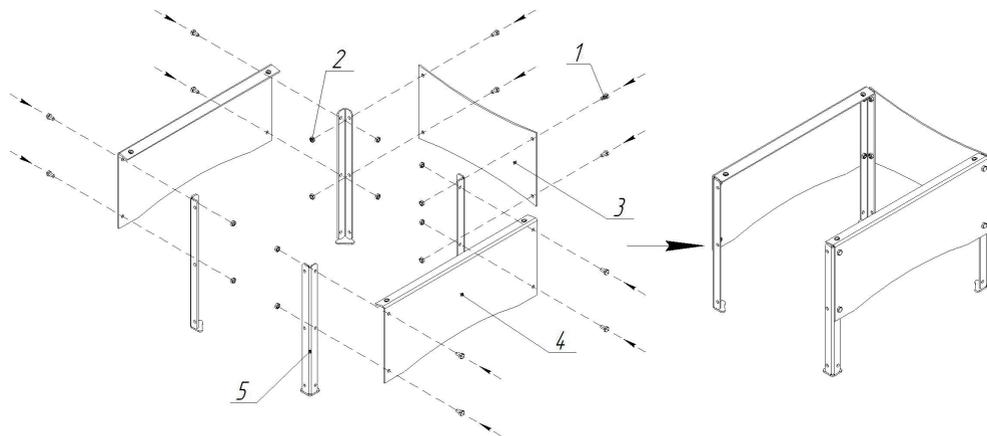

Рисунок 2 — Сборка корпуса закрытой каменки
- 1) соберите корпус закрытой каменки при помощи крепежных элементов, не устанавливая одну из стенок торцевых (рисунок 2);